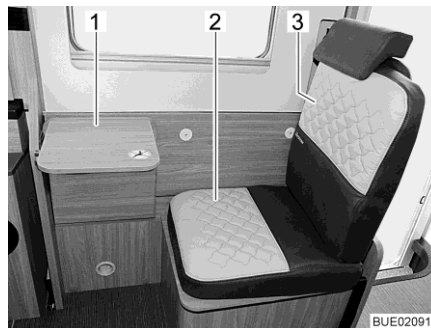
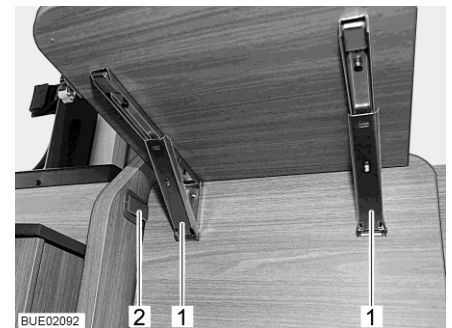

Fig. 29 Sedile supplementare con tavolo ribaltabile
Fig. 30 Fermi sul tavolo ribaltabile
- Posizionare il cuscino del divano fornito in dotazione (Fig. 29,2) e il cuscino dello schienale (Fig. 29,3).
- Ruotare verso l'alto la parte anteriore del divano, fino a che il fermo in plastica (Fig. 30,2) non si innesta.
- Ribaltamento del piano del tavolo verso il basso: Sbloccare i due fermi (Fig. 30,1) e ruotare verso il basso il piano del tavolo (Fig. 29,1).